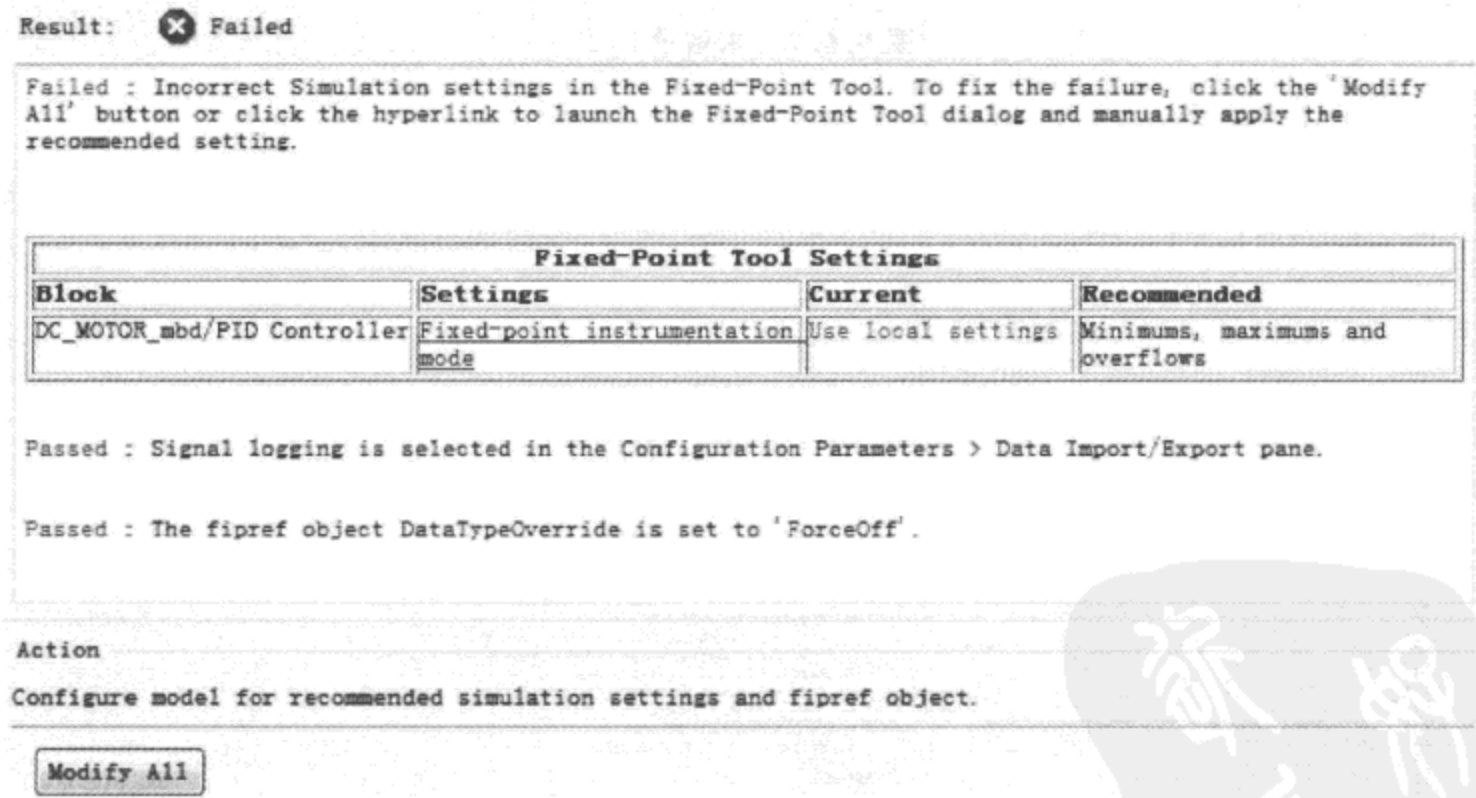

图 9.6.4 验证模型仿真设置任务界面
(1) 在用户没有自行对模型做过其他与定标相关的设置的情况下，第一个任务 Verify model Simulation settings 就会失败，如图 9.6.4 所示。报告中详细列出了错误原因和修改意见，用户可单击下方的 Modify All 按钮自动修正错误。然后在对话框的菜单栏选择 Run → Run to Failure 继续执行任务。